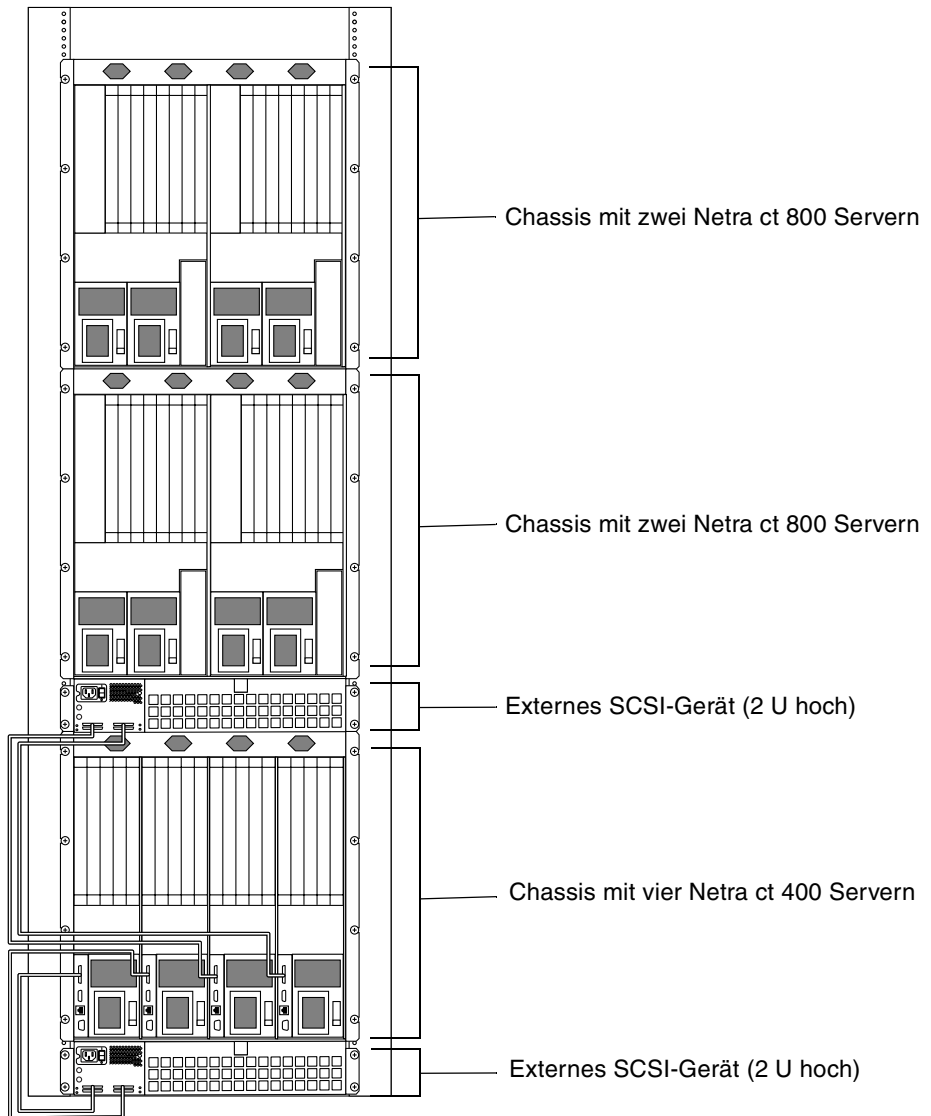

ABBILDUNG 2-4 Konfigurationsbeispiel 2 – drei Chassis, zwei externe SCSI-Geräte
- ABBILDUNG 2-4—Konfigurationsbeispiel 2 – drei Chassis, zwei externe SCSI-Geräte